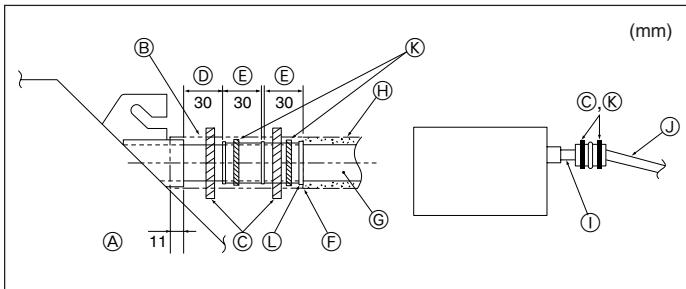

Fig. 6-2
- Sluit de aftapbus (meegeleverd met het apparaat) aan op de afvoeropening. (Fig. 6-2) (Bevestig de buis met behulp van PVC-plakband en zet deze stevig vast met behulp van een band.)